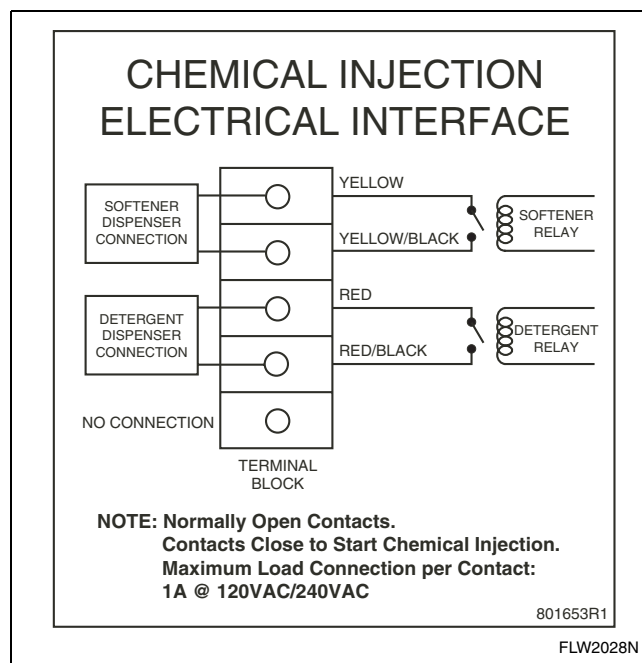

Figura 14
4. Consulte las instrucciones del sistema de inyección de suministro y la etiqueta al interior de la tapa de la caja de empalmes de la lavadora (*Figura 14*) para realizar la conexión eléctrica.
Una caja de empalmes en el panel trasero alberga una tira terminal que provee señales de salida del suministro para bombas de inyección de suministro. Consulte a *Figura 14* la etiqueta de interconexión de la inyección.